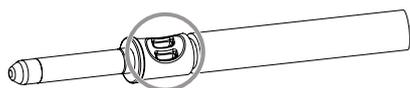

Abb. 35:
5. Kontakt und Kabel (ggf. inkl. Reduzierhülse) wie in **Abb. 35** gezeigt vercrimpen.